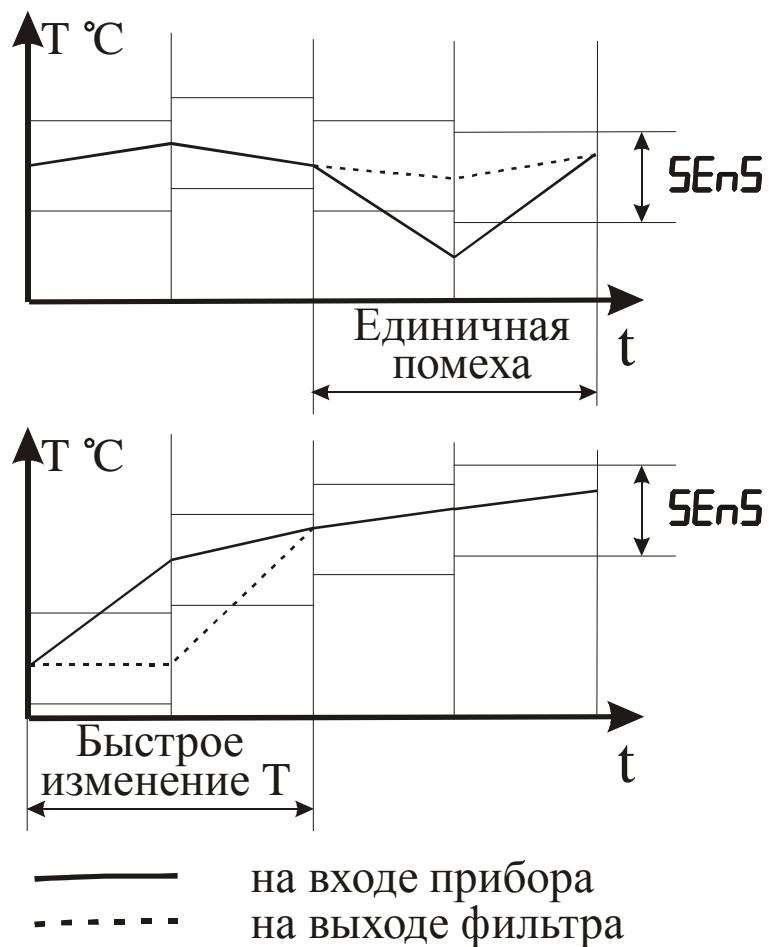

Рисунок 3.12 – Работа фильтра при воздействии случайной помехи и быстром изменении сигнала
3.3.2.8 С целью уменьшения влияния случайных импульсных помех на показания в прибор введена цифровая фильтрация. Работа фильтра описывается параметром "Полоса фильтра". Если текущее значение температуры отличается от результатов предыдущего измерения на значение, которое превышает указанное в параметре "Полоса фильтра", то проводится повторное измерение температуры, а на индикаторе остается старое значение (см. рисунок 3.12). О повторном измерении свидетельствует мигание светодиодного индикатора "К" зеленого свечения.